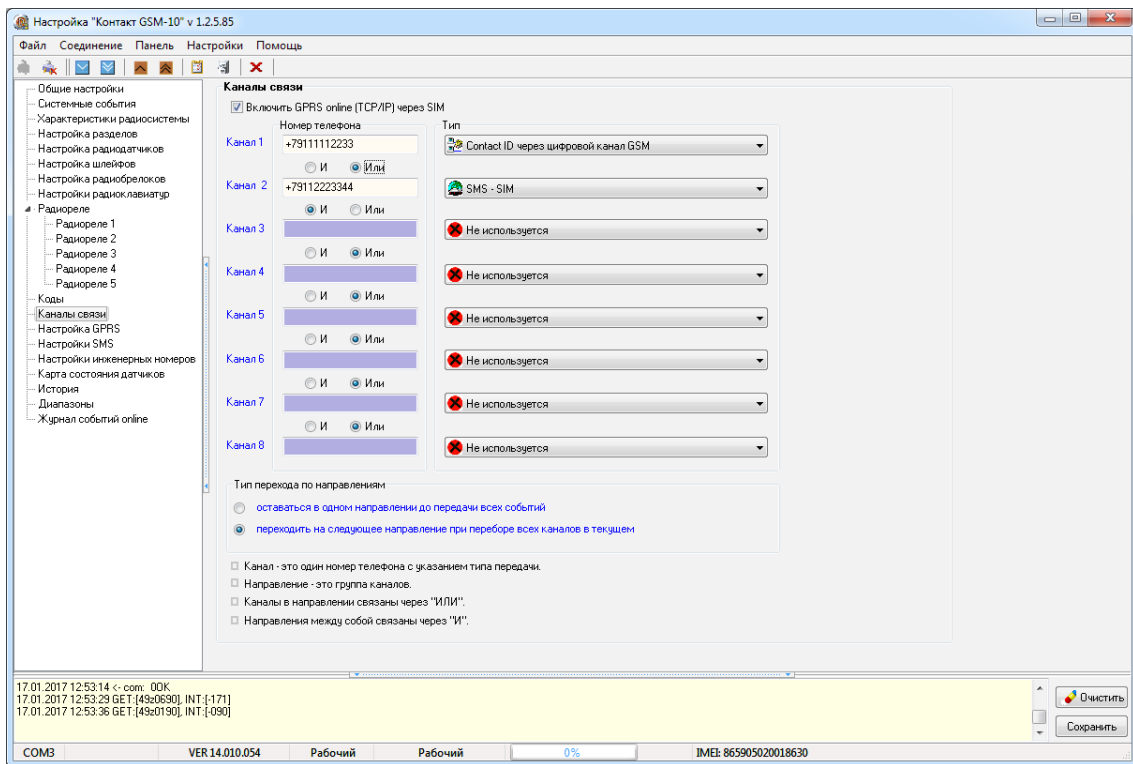

Рисунок 28. Раздел «Каналы связи»
*Например, при такой конфигурации, которая показана на рис. 28, переход к каналу связи номер 2 первого направления произойдет только в том случае, если передача по каналам **GPRS-Online** и **Contact ID** через цифровой канал **GSM** невозможна.*